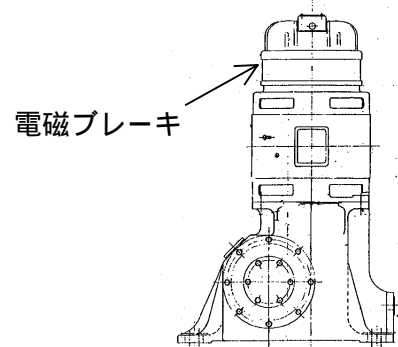

図 1 . 駆動装置概要
- ・ 図 1 に示す駆動装置上部の電磁ブレーキの銘板により型式を確認します。